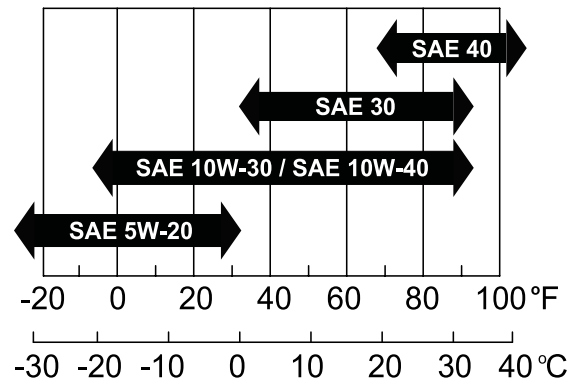

Figure 32
- **Viscosité :** SAE 30; voir le tableau ci-après pour d'autres viscosités (Figure 32) :